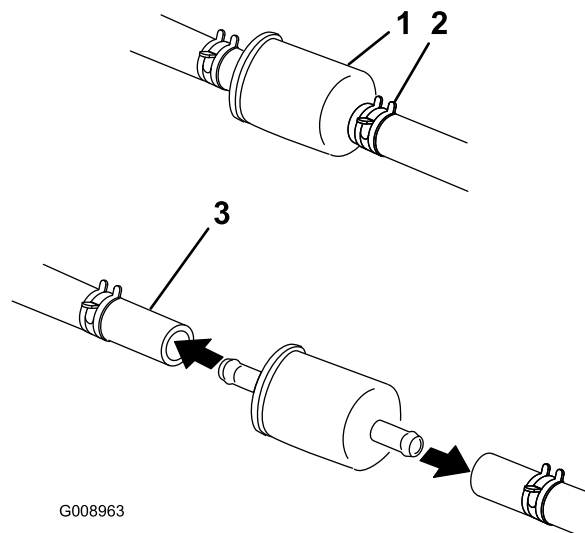

Figura 58
4. Cierre la válvula de cierre de combustible, situada debajo del asiento (Figura 58).
5. Apriete los extremos de las abrazaderas y deslícelas por el tubo alejándolas del filtro (Figura 58).
7. Instale un filtro nuevo y acerque las abrazaderas al filtro (Figura 58).